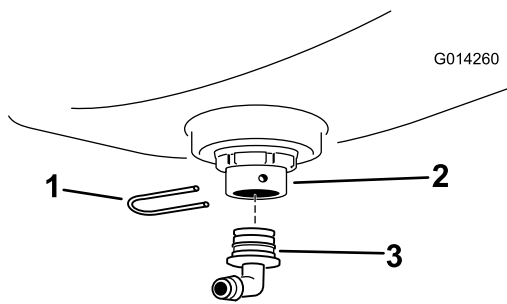

図 9
- バルクヘッドフィッティングに 90°フィッティングを取り付け、この 90° フィッティングをリテーナフックで固定する図 9。
5. **ホースを切断する (ページ 5)**で切断しておいたホース片53.3cmを、90° フィッティングに組み付けてクランプを手締めする **図 9**。